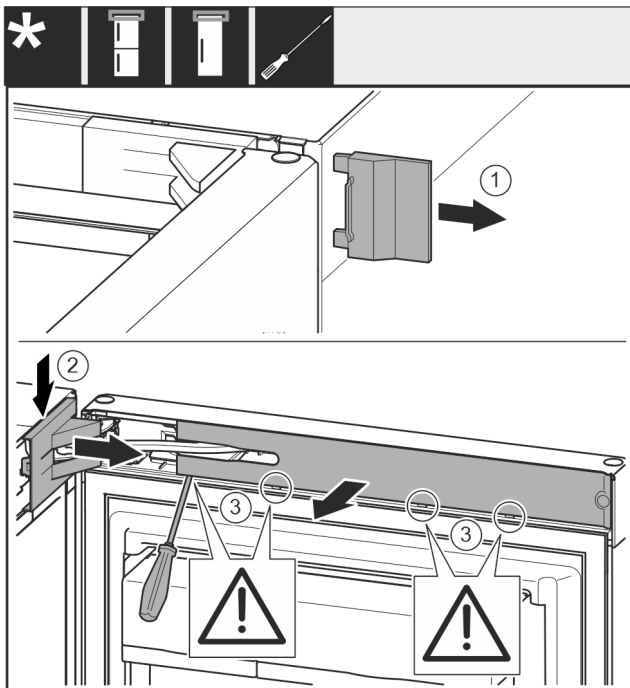

Fig. 8
► Võtke välimine kate ära. Fig. 8 (1)
► Haakige lahti ja vabastage laagripuki kate. Võtke laagripuki kate maha. Fig. 8 (2)
► Haakige ilukate lapikruvikeerajaga lahti ja keerake küljele. Fig. 8 (3)